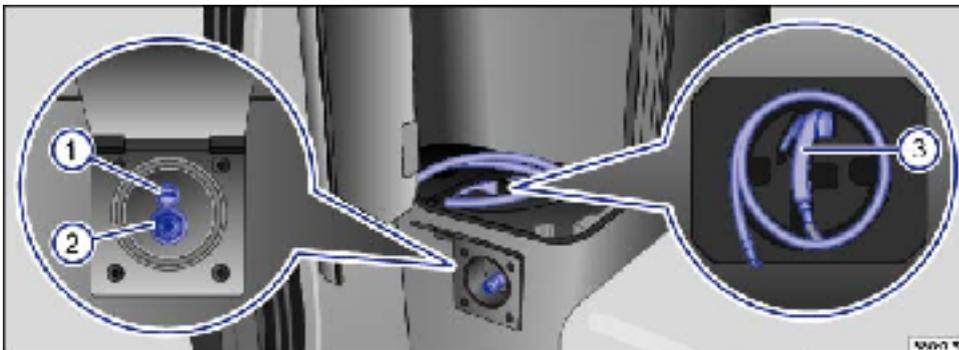

Fig. 64 Au dos de l'armoire arrière gauche : raccord de la douche extérieure
- Ouvrez la porte de l'armoire arrière gauche, retirez l'étagère inférieure et sortez le pommeau de douche avec le flexible ⇒ Fig. 64③ du support en mousse.
- Pour procéder au branchement, ouvrez le cache du raccord d'eau sur l'armoire et enfoncez la pièce de raccordement du flexible de douche dans le raccord rapide du raccord d'eau ② jusqu'à ce qu'elle s'encliquette.
- Pour le débranchement, arrêtez la douche extérieure, appuyez sur la bague du raccord rapide ② et retirez la pièce de raccordement du flexible de douche.
- Pour la mise en marche, activez la commande ⇒ Fig. 64① située à côté du raccord rapide du raccord d'eau.
- Pour l'arrêt, désactivez la commande ① située à côté du raccord rapide du raccord d'eau.